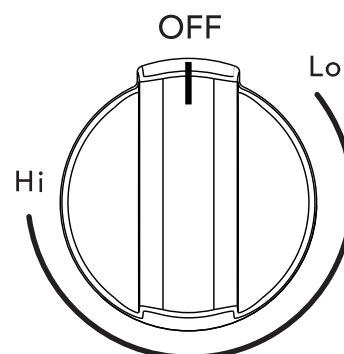

Figure 7 : Bouton de la surface de réchaud
1. Pousser et tourner dans un sens ou dans l'autre (voir Figure 7). Les températures sont indiquées par < Hi > (feu vif) et < Lo > (feu doux). La commande peut toutefois être réglée sur n'importe quelle position entre ces deux valeurs pour offrir d'autres ajustements de chaleur.